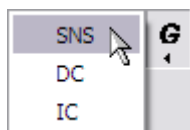

Рис. 2.47
2. В левой части вкладки **Схема кодирования** нажмите на кнопку **Группа**  и выберите из раскрывшегося списка **SNS** (Рис. 2.47).